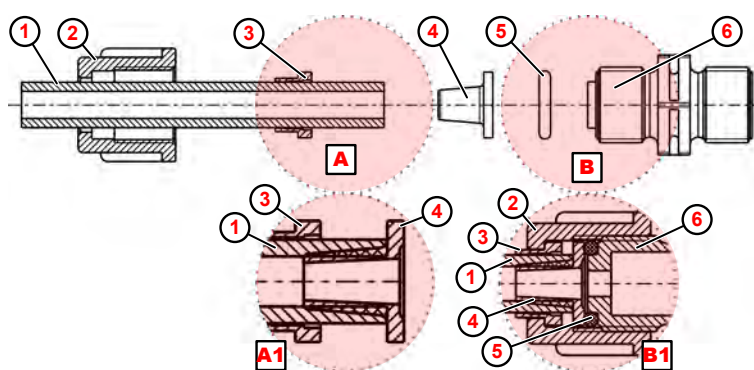

Fig. 8: Raccord de conduit et flexible avec pièce conique
1. ➤ Couper droit le flexible (Fig. 8 , ①).
2. ➤ Enfiler l'écrou-raccord ② sur le flexible ① .
3. ➤ Enfiler la pièce de serrage ③ sur le flexible ① .
4. ➤ Pousser le flexible ① jusqu'à la collerette de butée sur la pièce conique ④ (détail **A1**).
5. ➤ Glisser la pièce de serrage ③ vers la pièce conique ④ jusqu'à ce qu'une résistance soit perceptible.
6. ➤ Placer le joint torique ⑤ dans la rainure de la soupape d'aspiration ou de refoulement ⑥ .
7. ➤ Serrer l'écrou-raccord ② à fond (détail **B1**).